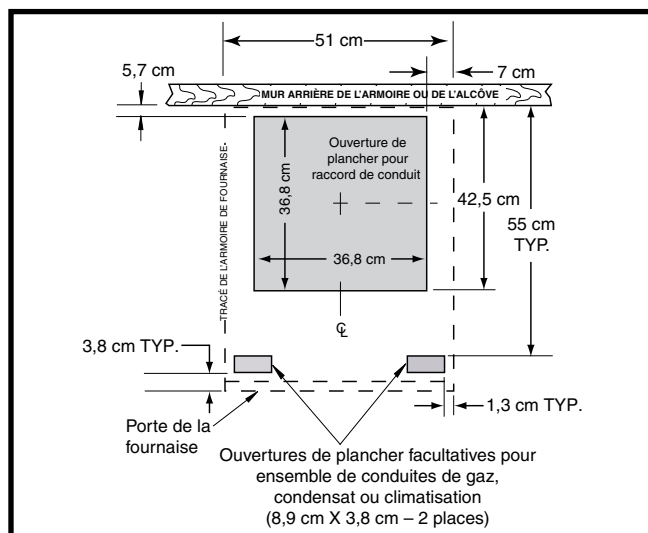
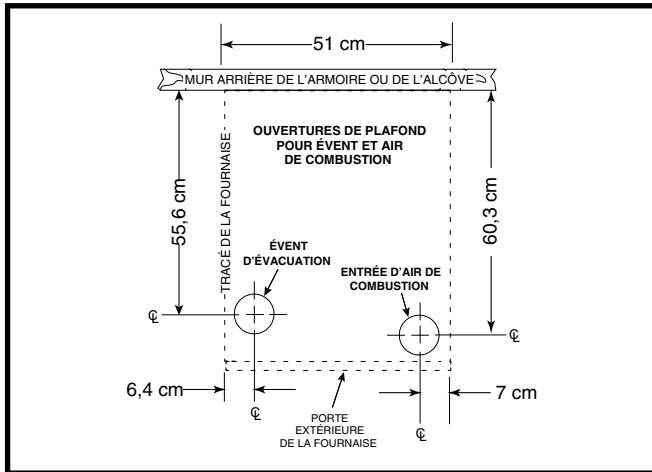

Figure 9. Dimensions de l'ouverture de plancher
Figure 10. Dimensions de l'ouverture de plafond
Pour positionner les conduits standard, consultez la Figure 9. Pour les conduits circulaires, consultez la Figure 10.
- Mesurez à partir du mur arrière ou de l'alcôve et marquez la ligne centrale du trou dans le plancher. En utilisant la ligne centrale comme point de départ, tracez le reste du trou pour les conduits en fonction des dimensions montrées à la Figure 9.
- Mesurez et percez un trou de gaz et une ouverture pour le serpentín de refroidissement (s'il y a lieu). Voyez la Figure 9 et la Figure 10.
Les ouvertures dans le plafond et le toit doivent être positionnées soigneusement pour prévenir les erreurs d'alignement entre la fournaise, les conduits d'air de combustion et les conduits d'évacuation. Voyez la Figure 10.
- En utilisant les lignes centrales comme point de départ, tracez le reste du trou pour les conduits en fonction des dimensions montrées à la Figure 10.